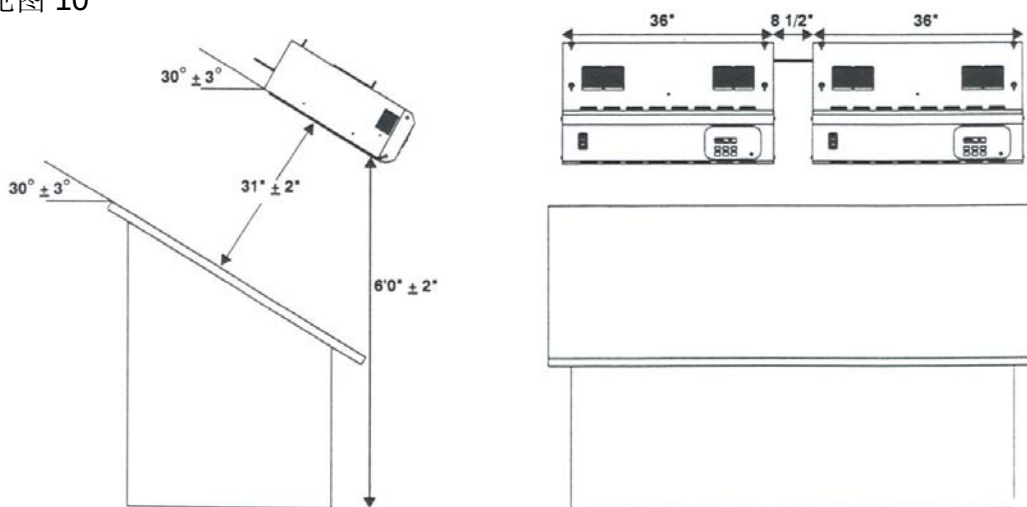

图 10. 建议的吊灯箱安装设定
- 于每个眼头钉上系上铁链(不提供), 再悬吊至合适的高度及角度。灯箱与墙之间须保持至少两尺距离。见图 10